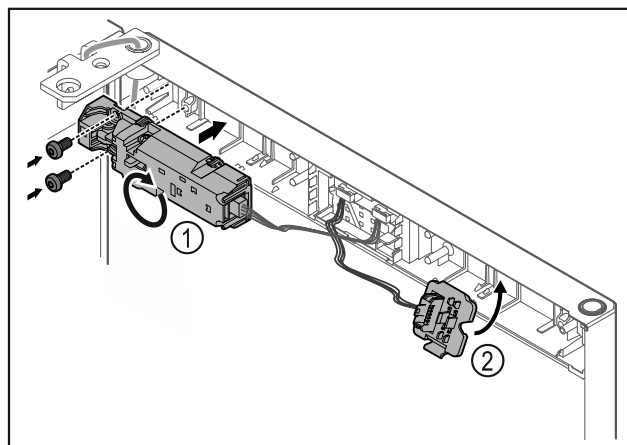

Fig. 19
- Ruotare la serratura a distanza Fig. 19 (1) di 180° e fissarla sul lato opposto.
- Innestare il supporto connettori Fig. 19 (2) sul lato opposto.